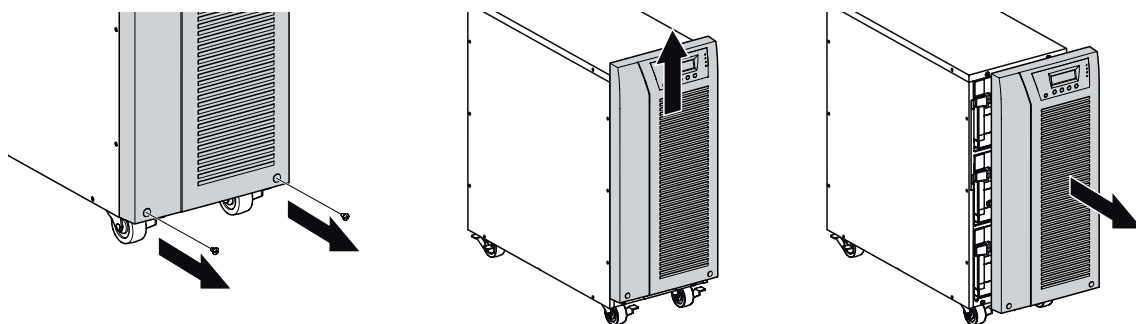

Рисунок 5. Снятие передней крышки ИБП.
1. Снимите переднюю панель ИБП (см. рис. 5).